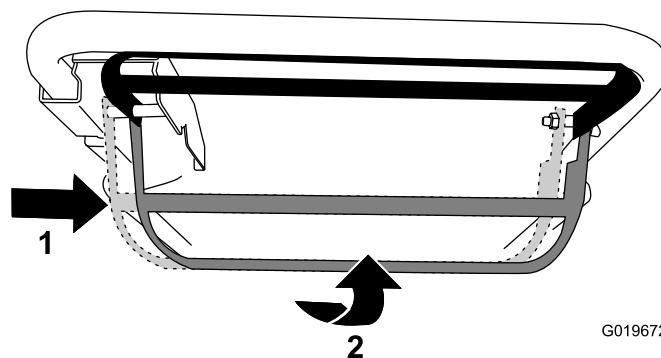

Figura 16
- **Para activar la autopropulsión y la cuchilla:** Mueva la barra de control de la cuchilla a la derecha hasta que haga tope, y levántela hasta el manillar (Figura 16).